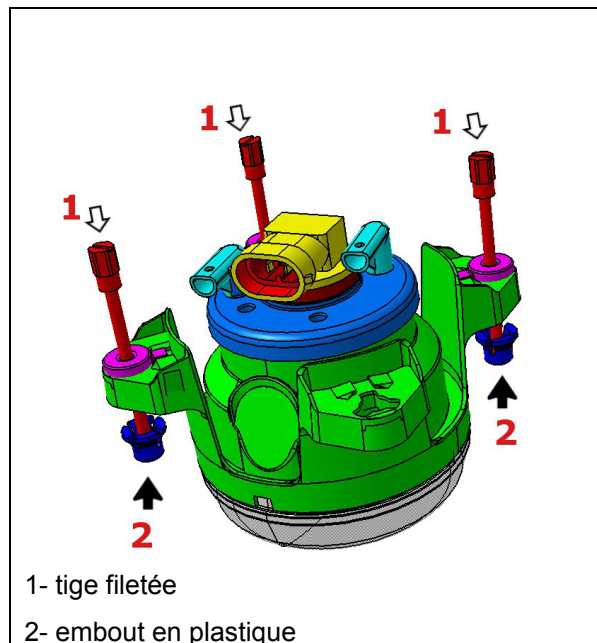

FIGURE 69: PROJECTEUR
5. Installer trois nouvelles tiges filetées (item 1, Figure 69) sur le projecteur.
7. Fixer les embouts en plastique aux extrémités sphériques des tiges filetées (Figure 69).